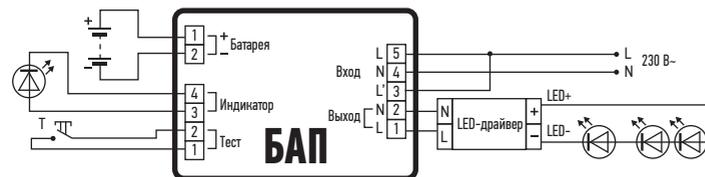

Рисунок 3. PEPP40-1.0H U IP20.
5.5 Постоянный режим (Рис. 3).